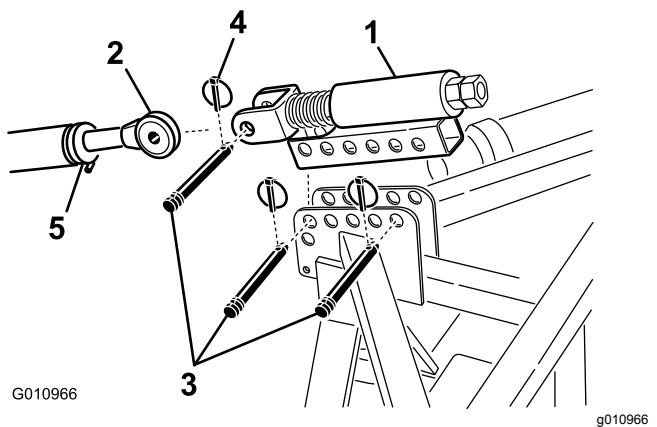

Figure 9
1. Montez le bras d'attelage supérieur à ressort sur le support d'aérateur avec deux axes d'articulation et goupilles à anneau (Figure 9)
2. Desserez le contre-écrou sur le bras d'attelage supérieur du tracteur. Réglez la longueur du bras d'attelage supérieur jusqu'à ce qu'il s'aligne sur la chape du bras d'attelage supérieur à ressort de l'aérateur (Figure 9).
3. Accouplez le bras d'attelage supérieur du tracteur à la chape du bras d'attelage supérieur à ressort avec un axe de chape et une goupille à anneau (Figure 9).
6. Tournez le bras d'attelage supérieur jusqu'à ce que le ressort soit comprimé d'environ 13 mm (Figure 9).